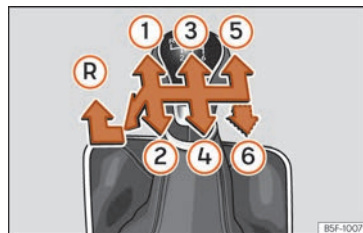

Fig. 43 Esquema de un cambio manual de 5
siciones de las marchas »»» **fig. 43**.
» fig. 43 (R).